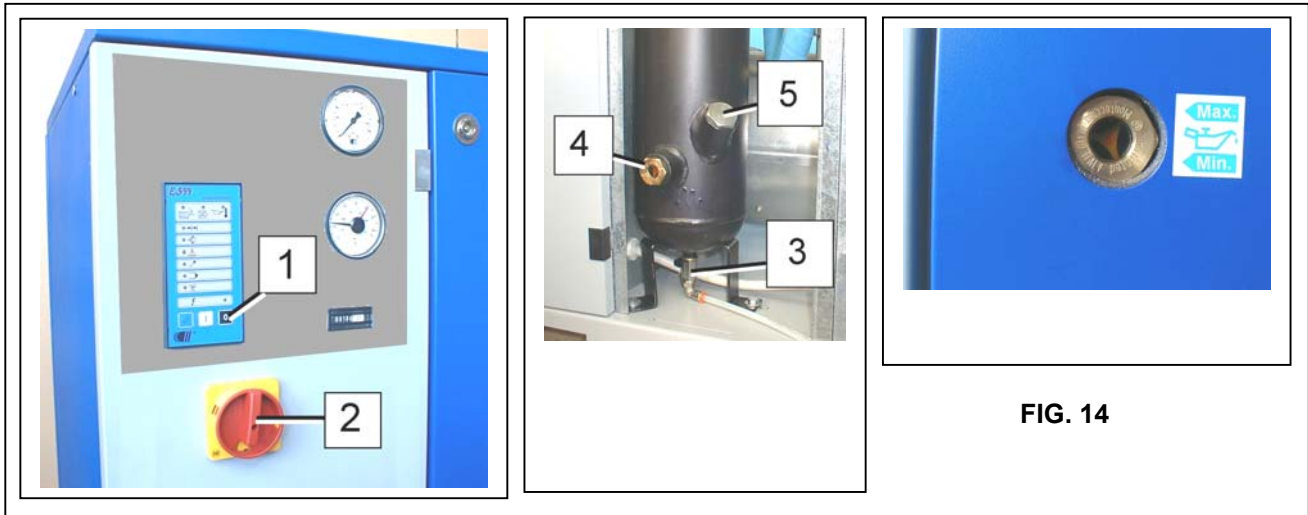

FIG. 14
- Apretar el pulsador "STOP" Ref. 1 Fig. 14.
- Abrir LENTAMENTE el grifo Ref. 3 Fig.14 y dejar salir los condensados.
- Controlar el nivel de aceite a través del indicador Ref. 4 Fig. 14.
- Apagar la máquina mediante el pulsador Ref. 1 Fig. 14: de este modo la máquina se detendrá transcurridos 30 segundos de funcionamiento en vacío.
- Abrir lentamente el tapón de llenado de aceite Ref. 5 Fig. 14.
- Rellenar hasta el nivel máximo Ref. 5 Fig. 14, con aceite del mismo tipo que el que hay en el compresor.
- Cerrar el tapón del cárter del aceite Ref. 5 Fig. 14.
- Apagar la máquina apretando el pulsador Ref. 1 Fig. 14.
- Girar hasta la posición "0" el seccionador Ref. 2 Fig. 14 y bloquearlo con un candado.
- Apagar la máquina apretando el pulsador "STOP" Ref. 1 Fig. 14.